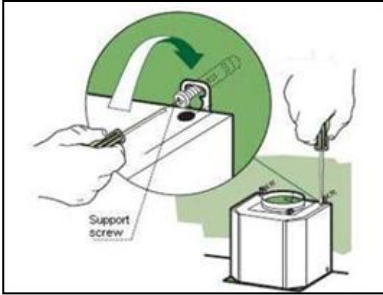

图. 9
- 用配套的两个 (ST5 x 25) 螺丝把 机体固定到墙上。注意: 根据需要调整机身的直线水平(图. 9)。
对准机体 (尽可能) (图. 9)